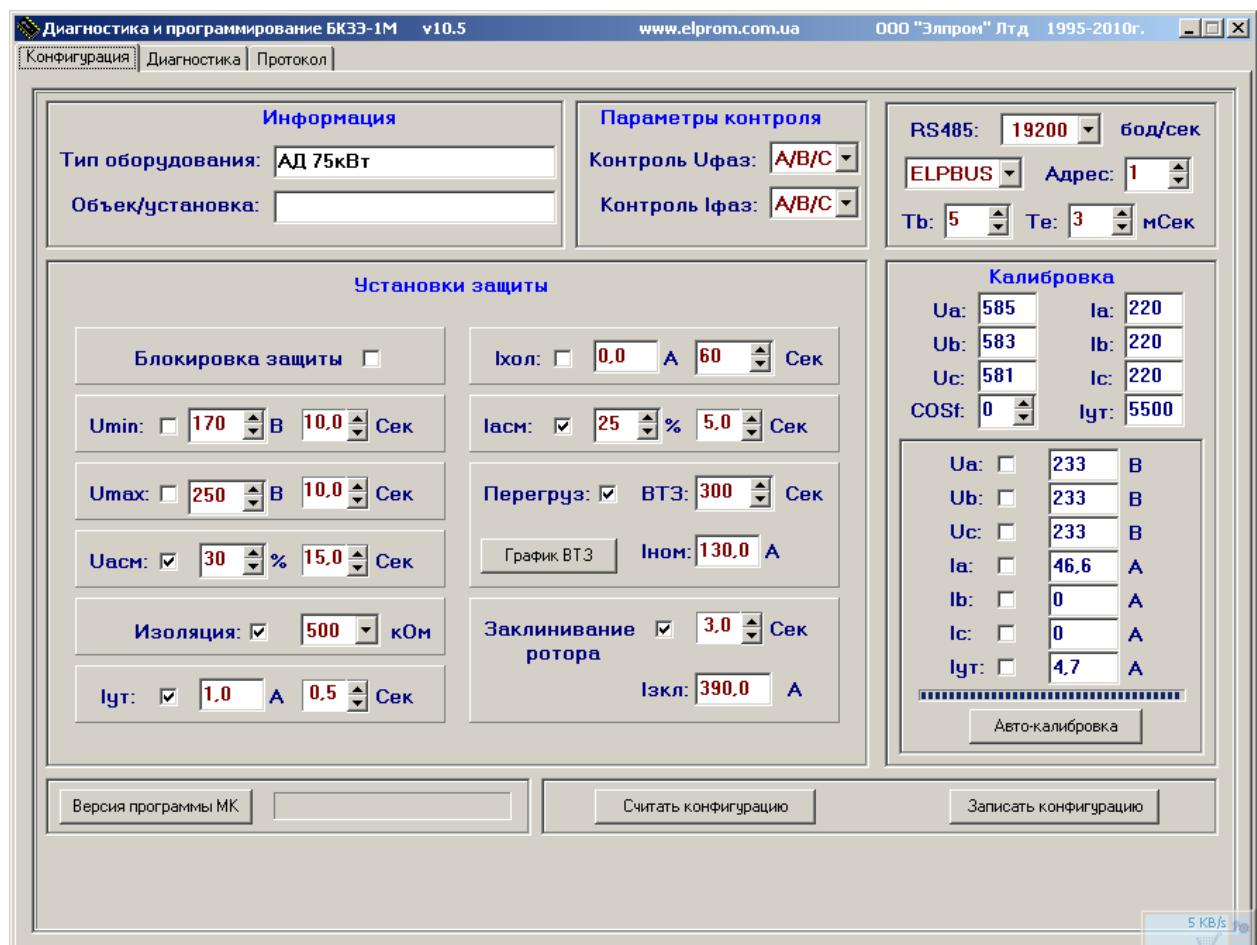

Рисунок 9.3.5. Общий вид раздела «Конфигурация».
- установите флагок в поле «Блокировка защиты» (Рис. 9.3.5), если необходимо исключить срабатывание защиты;
- выполните запись конфигурации, нажав на кнопку «Записать конфигурацию» (Рис. 9.3.5);